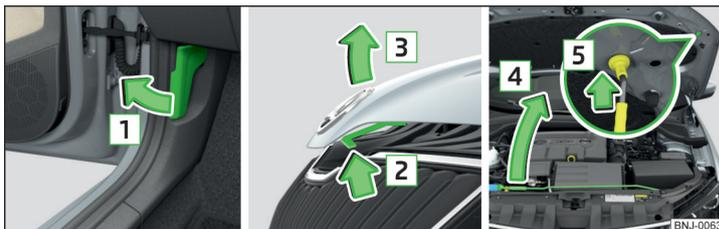

Fig. 167 Abrir o capot
- Abrir a porta dianteira e puxar a alavanca de desbloqueio por baixo do painel de bordo no sentido da seta **1** » Fig. 167.